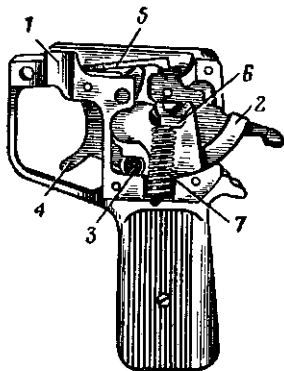

Рис. 12. Ударно-спусковой механизм:
13. Ударно-спусковой механизм (рис. 12) служит для спуска курка с боевого взвода, нанесения удара по бойку и для постановки гранатомета на предохранитель. Он состоит из корпуса, курка, предохранителя, спускового крючка, шептала и стержня с боевой пружиной.